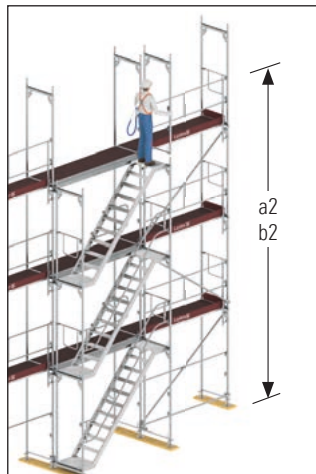

Bild 17: Anschlag auf Geländerholmhöhe
- a2) Anschlag auf Geländerholmhöhe: mindestens 6,75 m (Bild 17)
- b2) Anschlag auf Geländerholmhöhe: mindestens 6,25 m (Bild 17)